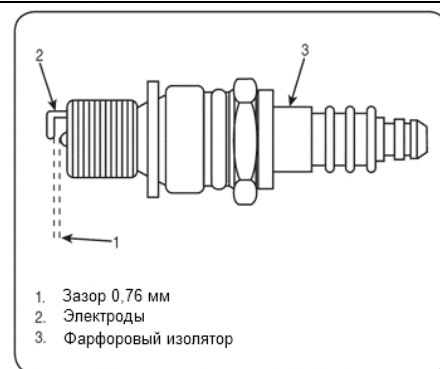

Рис. 18
3. Проверьте зазор между электродами проволочным щупом проволоки и установите 0,76 мм. См. Рисунок 18.